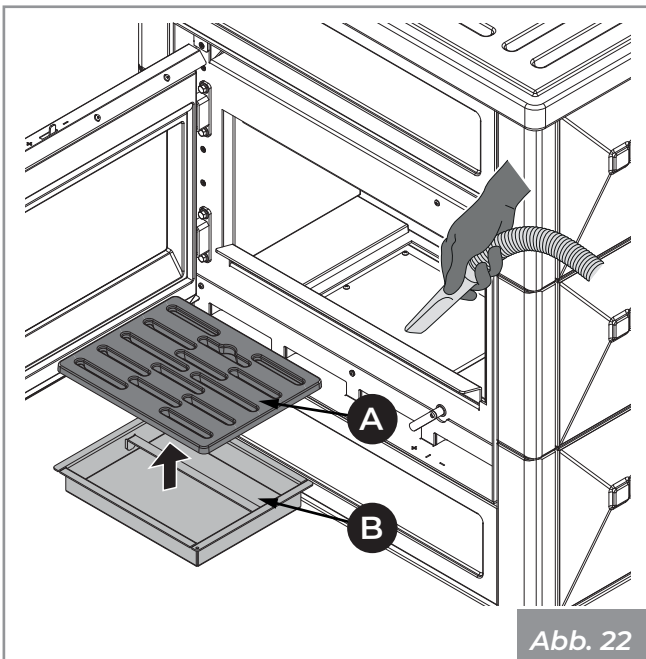

Abb. 22
- 1) Das Gitter sorgfältig reinigen (A) (Abb. 22). Das Rost herausnehmen und mit einem kleinen Besen (nicht mit geliefert) die Verbrennungsrückstände von der Feuerstätte in die Aschelade fegen.
- 2) Ziehen Sie die Aschelade (B) aus dem Sockel und saugen Sie die in den Fächern darunter angesammelte Asche auf (Abb. 22).